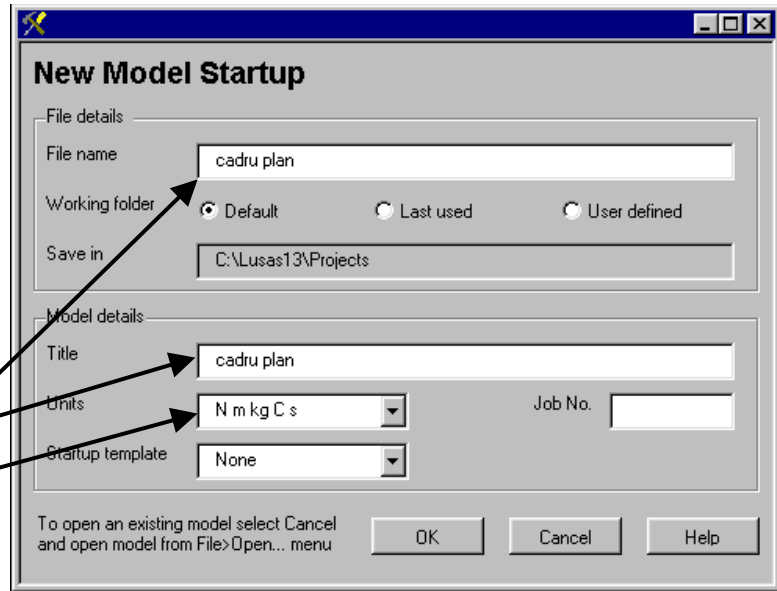

Fig. 2
- odată apelată pre-procesarea, pe ecranul calculatorului va apare o casetă de dialog (fig. 2) în care se completează următoarele: